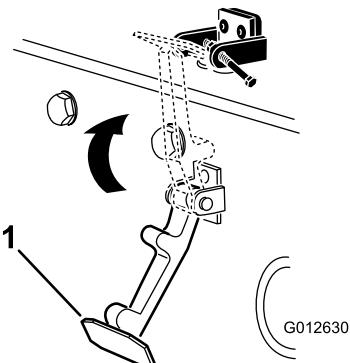

Рисунок 5
6. Ведите защелку в зацепление с кронштейном защелки капота (Рисунок 5).